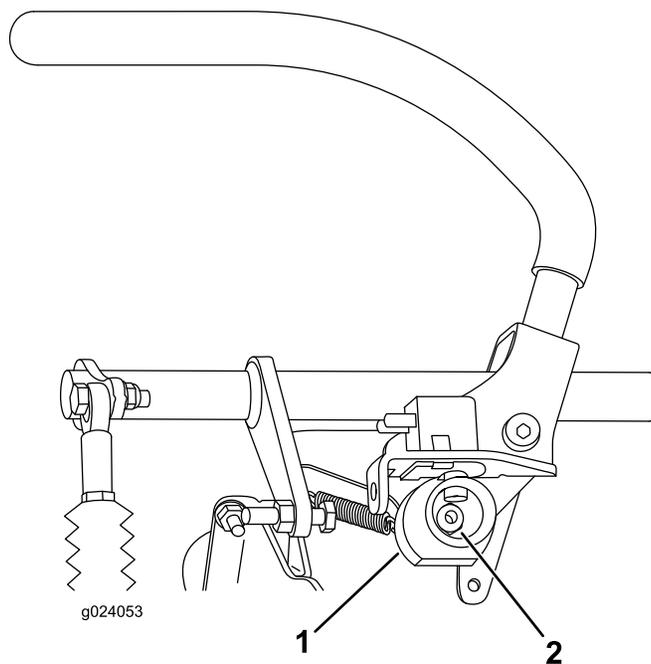

Figure 69
7. Desserrez l'écrou de fixation de la came (Figure 69).